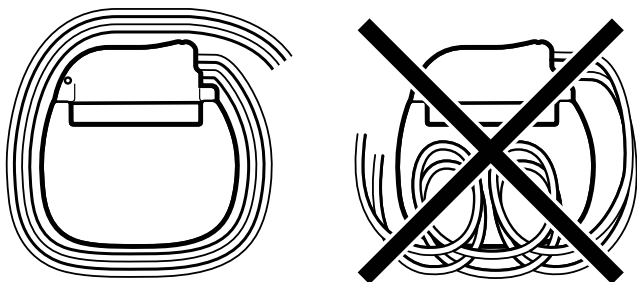

Figura 3. Avvolgimento delle estensioni in eccesso intorno al perimetro del neurostimolatore.
- Non arrotolare l'estensione in eccesso sul lato anteriore del neurostimolatore. Avvolgere l'estensione in eccesso intorno al perimetro (Figura 3) del neurostimolatore per ridurre al minimo la profondità della tasca